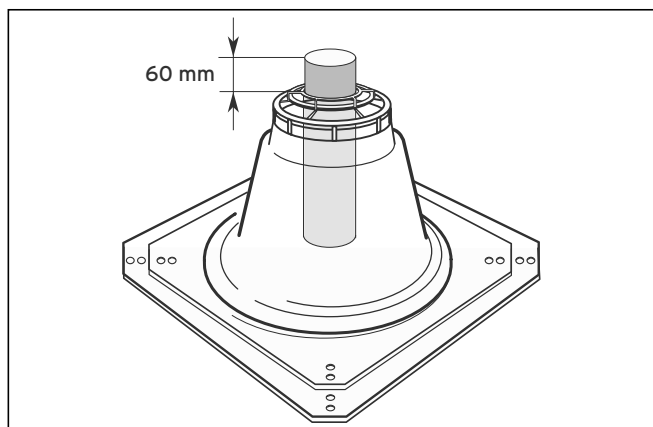

Рис. 4.23 Длина верхней трубы газоотвода
- Контроль: Над основанием шахтной насадки должно выступать 60 мм (см. рис. 4.23).
- Зажмите колпак (1) шахтной насадки (2) над верхним концом жесткого выпускного газопровода и сильно надавите.